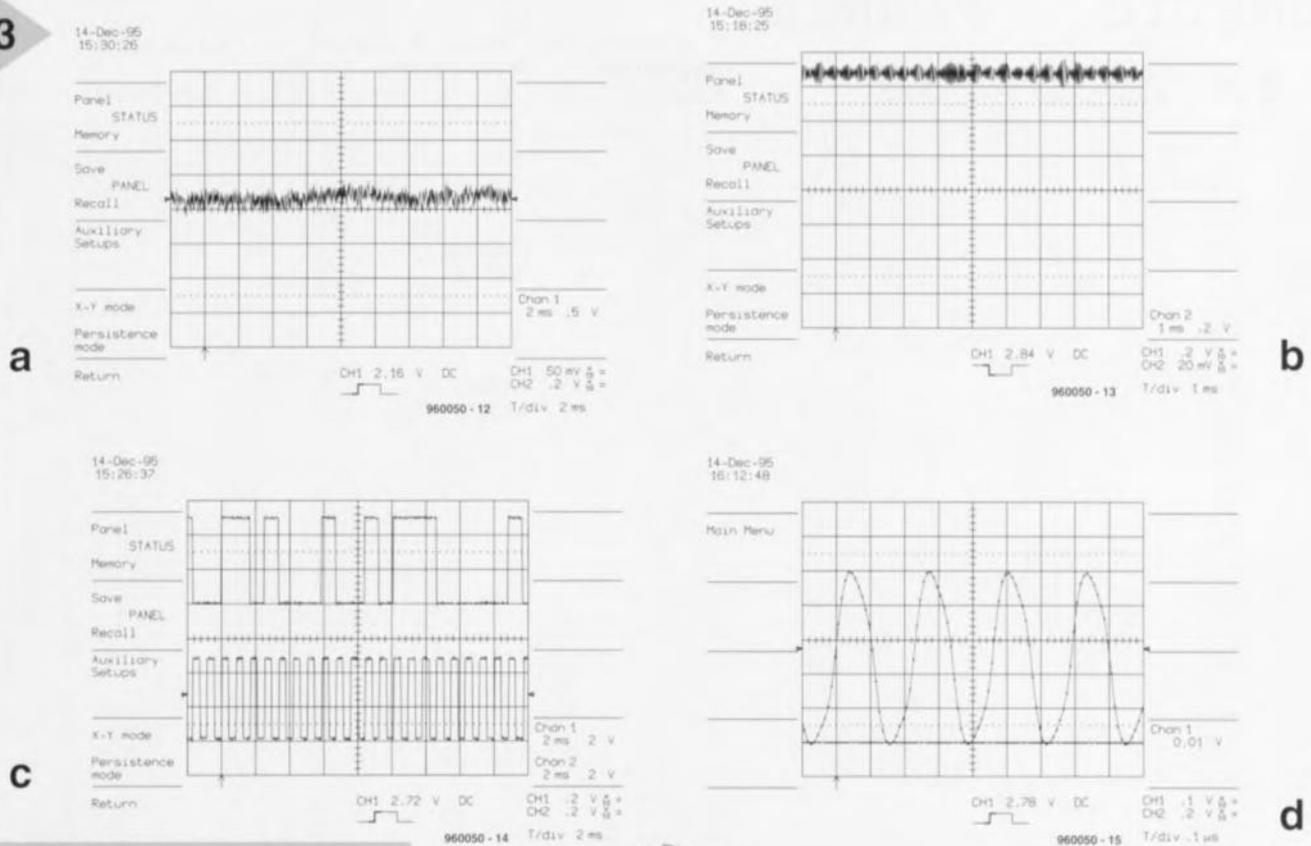
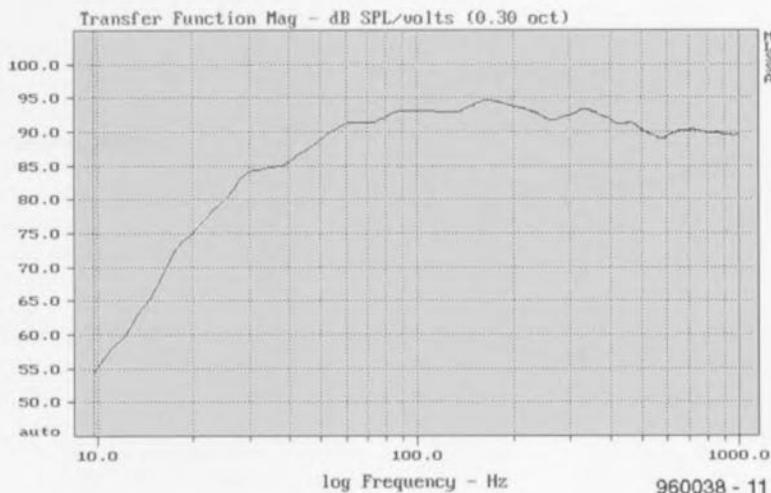

Figure 3. Les signaux présents aux points de mesure portés sur le schéma :
Figure 1. La courbe de réponse en fréquence du SPH-300TC de Monacor implanté dans un coffret bass-reflex de 65 l accordé à 23 Hz.
Le schéma de la figure 1 comporte et quelques valeurs de mesure et quelques points de mesure. Les signaux mesurés à ces différents points sont représentés en figure 3. Lors de la mesure de tensions continues il faudra se souvenir que le potentiel de K3 identifié par un « 0 » sur le schéma ne représente pas la masse, mais une tension située, en raison de la présence de la diode D1, à -0,7 V (si l'on prend la masse, l'anode de D1, comme référence). On pourra, lors de mesures, prendre la masse soit au pôle négatif de C9, soit au blindage de l'embase Cinch. On pourra, à l'aide d'un multimètre numérique, vérifier la tension d'alimentation, +5 V et la tension de référence, 2,2 V environ sur la broche 2, ainsi que le niveau logique présenté par les broches 14 et 15 (RDQ et ARI). RDQ, baptisé QUAL (de *QUALity*) sur les fiches de caractéristiques, indique la qualité de la réception du signal R.D.S.; on y trouvera un signal haut lorsque la réception du dit signal est bonne, un niveau bas indiquant une réception médiocre ou l'absence de signal R.D.S. De même une ligne ARI au niveau haut indique la réception, en plus du signal R.D.S., également d'un signal ARI; cette même broche se trouve au niveau bas en cas de réception d'un signal R.D.S. seul; l'absence et de signal RDS et de signal ARI se traduit par la présence sur cette broche d'un niveau non-défini. Les signaux présents sur les autres points de mesure baptisés A à D sont représentés en figure 3: le signal Multiplex, en figure 3a, le signal filtré de 57 kHz avec ARI et RDS, en figure 3b, ainsi que le signal d'horloge de bit et de données, en figure 3c, et le signal de l'oscillateur, en
Depuis 1988 déjà, de nombreuses stations de radio trafiquant en FM émettent outre le signal audio stéréophonique et le signal d'informations routières ARI, également un signal R.D.S. On utilise, pour la transmission de ce signal auxiliaire depuis un certain temps déjà la porteuse auxiliaire de 57 kHz modulée par le signal ARI, signal qui a son tour est couplé en phase avec le signal pilote stéréo de 19 kHz - les 57 kHz sont obtenus par triplement de la fréquence-pilote ($3 \times 19 = 57$ kHz). Le dessin de la figure 1 rend le spectre de fréquences du signal de modulation stéréo FM, (signal Multiplex) avec ARI et R.D.S. La porteuse auxiliaire de 57 kHz subit pratiquement une double modulation : tout d'abord par le signal ARI de fréquence faible puis à l'aide du signal R.D.S. Pour éviter que ARI et R.D.S. ne se fassent des misères sur la même porteuse R.D.S. est modulé en amplitude avec suppression de la porteuse (DSSC = Double Sideband Suppressed Carrier = Bande latérale double à suppression de porteuse) de sorte que les 2 bandes latérales R.D.S. se regroupent autour de la porteuse ARI de 57 kHz. La largeur des dites bandes correspond pratiquement au taux de données binaires R.D.S. de 1 187,5 bits/s (baud), l'horloge de bit étant obtenue par division par 48 de la porteuse auxiliaire. Ceci explique également pourquoi on trouve à la sortie d'horloge RDCL (broche 12) du circuit démodulateur R.D.S. TDA7330 une fréquence de 1 187,5 Hz, lors de la réception d'une station R.D.S. En principe, le signal R.D.S. se compose de données binaires transmises sériellement. Ces données sont organisées en blocs de 26 bits. Chaque bloc comporte un mot de donnée de 16 bits et un mot de vérification de 10 bits (figure 2a). Le mot de vérification assure une redondance élevée et partant une bonne fiabilité de transmission même dans des conditions de réception délicates telles celles rencontrées dans une voiture. Une série de 4 de ces blocs constituent un groupe comportant 104 bits, ces blocs successifs étant identifiés comme bloc 1 à bloc 4 (figure 2b). L'émission des blocs et des groupes se fait sans interruption de sorte que la durée de transmission par groupe est, au taux de transmission indiqué, de 87,5 ms. Chaque groupe R.D.S. respecte un schéma fixe (type de groupe) qui définit le genre d'information transmis. R.D.S. fait la distinction entre 15 types de groupes. Les informations comprises dans tous les groupes sont les informations suivantes : Identification du programme (PI), le type de programme (PTY) et l'identification d'informations routières (TP = Traffic Program). Le reste de l'information est variable et dépend du type de
La figure 1 donne la courbe de réponse en fréquence de notre caisson de graves. Le point -3 dB de la combinaison se situe à quelque 40 Hz, valeur très honorable (en termes Hi-Fi) pour un haut-parleur de cette taille enfermé dans un coffret d'aussi petite taille. Ces 40 Hz sont suffisamment graves pour permettre l'utilisation du caisson de graves dans sa forme actuelle avec succès avec une installation existante tout en offrant, par la mise en oeuvre d'une correction électronique, une possibilité d'amélioration très notable, comme nous le verrons